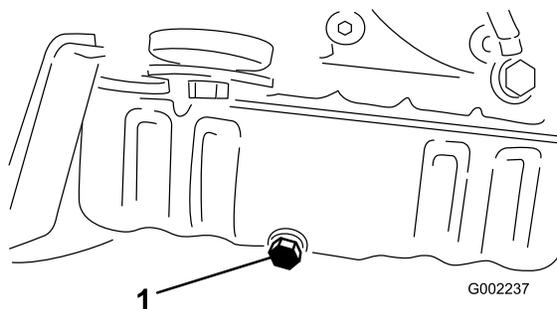

Figura 42
- Retire o tampão de escoamento (Figura 42).